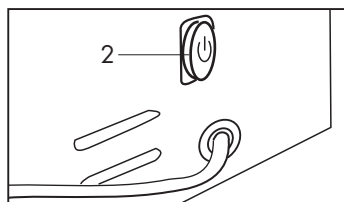

Fig. 4
- Encienda la máquina accionando el interruptor principal (2). **(Fig. 4)**